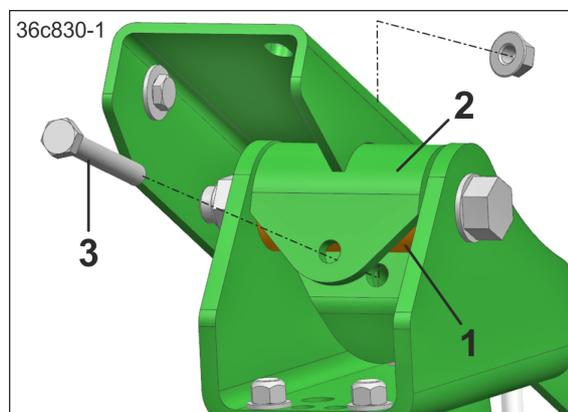

Fig. 95
3. Die Lagerbuchsen (Fig. 95/1) mit den Fangtaschen (Fig. 95/2) aufnehmen.
5. Die Verbindung mit Schrauben (Fig. 95/3) sichern.